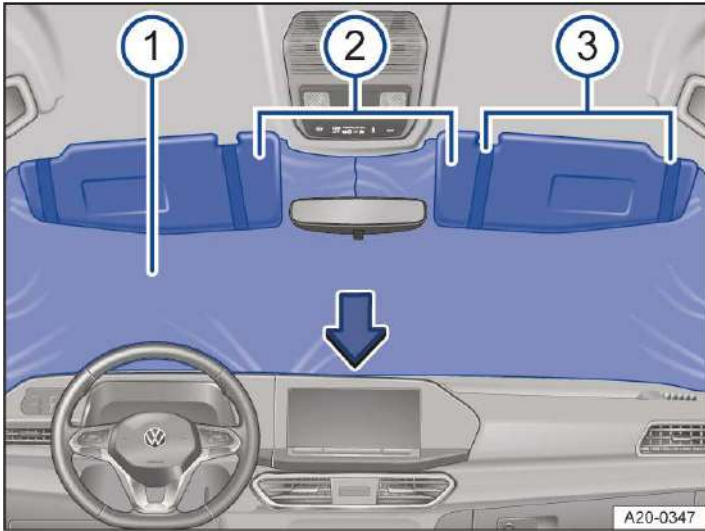

Abb. 1 Verdunkelung der Frontscheibe.
- ① Klettverschluss.
1. Verdunkelung → Abb. 1 ① aus dem Aufbewahrungsbeutel nehmen und entfalten.